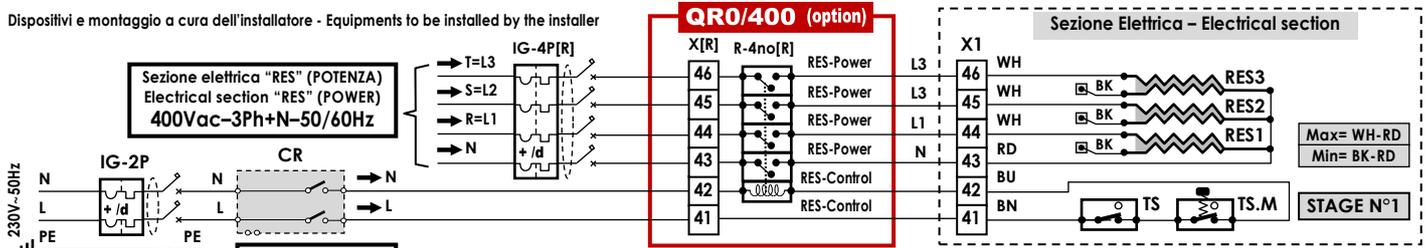
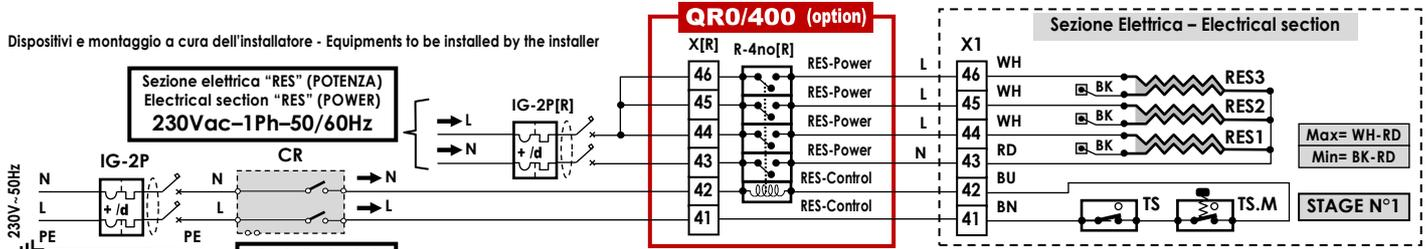
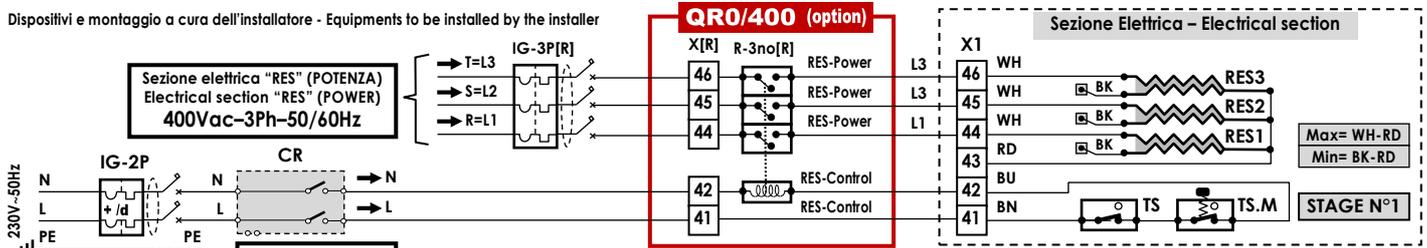
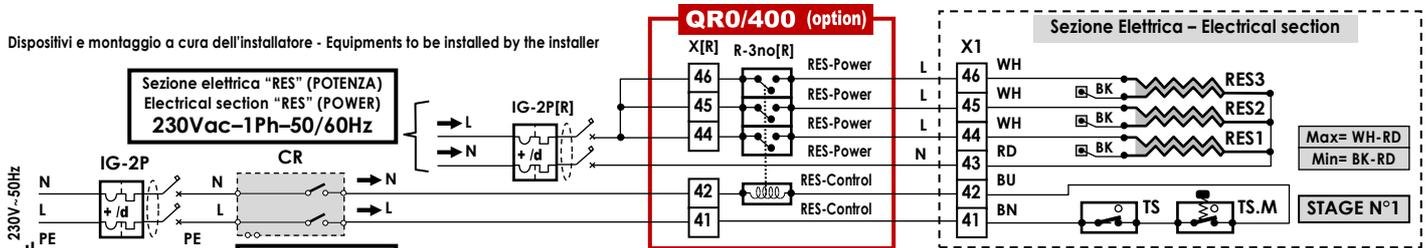

Fig.1
Fig.2
Fig.3
Fig.4
The banks of resistances "RES" 400Vac three-phase consist of 3 banks of equal resistances (3 resistances or multiples: 3, 6, 9, 12, 15, etc.), with the same power (balanced load), with star electrical connection, where the extremes become the 3 phases R-S-T and the star center becomes the Neutral (Fig.1,2,3).
Even if the star center (= Neutral) is not connected to the power supply (Fig.3), the star connection of identical resistive loads keeps being an "intrinsically safe electrical connection": in fact if one of the 3 banks of resistances is damaged, burned, interrupted or simply not connected to the line, the other two banks would be anyway power supplied at 400Vac → but being 2 equal loads in series, each would see at its extremes a voltage of 400Vac/2 = 200Vac, ie a lower voltage of the voltage 230Vac to which each resistor has been designed for → then there would be an electrical undersupply of the 2 groups of remaining resistances → then there an additional security to protect the same resistances (electrical lower power supply = "under heating" of the "RES").
- The "R-...no[R]" Relay can be 3 or 4 no contact (no = normally open contact) or 3 or 4 co contact (co = change-over contact), with (Fig.1) or without (Fig.2,3) Neutral interception (in this case, the Neutral by-passes the Relay).
In particolare, i banchi di resistenze "RES" 400Vac trifase sono costituiti da 3 banchi di resistenze 230Vac monofase uguali (3 resistenze o loro multipli: 3, 6, 9, 12, 15, ecc.), della stessa potenza (carico equilibrato), con collegamento elettrico a stella, dove gli estremi diventano le 3 fasi R-S-T ed il centro stella diventa il Neutro (Fig.1,3).
Il Neutro viene da noi sempre portato in morsetteria. Anche qualora il centro stella (= Neutro) non venisse collegato alla rete elettrica (Fig.3), il collegamento a stella di carichi resistivi uguali garantisce perfetto funzionamento e conformità (carico equilibrato).
- Se la sezione elettrica 400V trifase è cablata con il Neutro (Fig.1), collegarla alla linea 230V monofase come da Fig.2, previa verifica portata contatti del relè. Infatti, con alimentazione 230V (Fig.2) la corrente totale, somma delle tre RES1+2+3, passa per il neutro N, mentre con alimentazione 400V trifase (Fig.1) sul neutro N non è previsto alcun passaggio di corrente. Se la portata del contatto del Relè che alimenta il neutro N non è sufficiente, by-passare con il Neutro il relè (utilizzare il relè 4-poli come fosse un relè 3-poli, realizzando lo schema di Fig.4).
- Se la sezione elettrica 400V trifase è cablata senza il neutro (Fig.3), collegarla direttamente alla linea 230V monofase come da Fig.4, senza necessità di alcuna verifica.
In particular, the banks of resistances "RES" 400Vac three-phase consist of 3 banks of equal resistances 230Vac single-phase (3 resistances or multiples: 3, 6, 9, 12, 15, etc.), with the same power (balanced load), with star electrical connection, where the extremes become the 3 phases R-S-T and the star center becomes the Neutral (Fig.1,3).
The neutral is always wired at the factory to the terminal board. Even if the center of the star (= Neutral) is not connected to the power network (Fig.3), the star connection of the same resistive loads guarantees perfect operation and conformity (balanced load).
- If the 400V three-phase electrical section is wired with the Neutral (Fig.1), connect it to the 230V single-phase line as shown in Fig.2, after checking the relay contacts capacity. In fact, with a 230V power supply (Fig.2) the total current, sum of the three RES1+2+3, passes through the neutral N, while with a 400V three-phase power supply (Fig. 1) there is no current flow on the neutral N. If the capacity of the relay contact that supplies the neutral N is not sufficient, by-pass the relay with the Neutral (use the 4-pole relay as if it is a 3-pole relay, making diagram in Fig.4).
- If the 400V three-phase electrical section is wired without the neutral (Fig.3), connect it directly to the single-phase 230V line as shown in Fig.4, without the need for any checks.